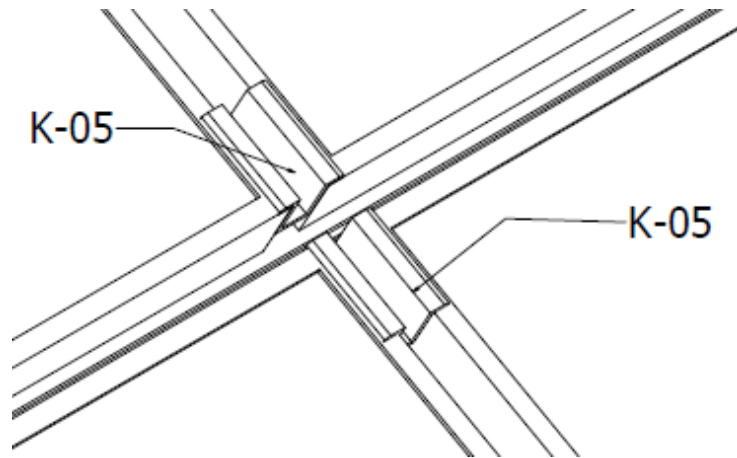

ABB.24 Montage der Module, um einen gleichmäßigen Abstand zu halten
- 15.** Die Module sollten Reihe für Reihe montiert werden, beginnend mit der untersten Reihe und nach dem vorläufigen Anziehen der unteren Reihe von Endklemmen. Als Abstandshalter zwischen Modulen können zur Montage in gleichen Abständen in einer bestimmten Reihe Abb. 24 Mittelklemmen verwendet werden, diese müssen jedoch nach der Montage entfernt werden.